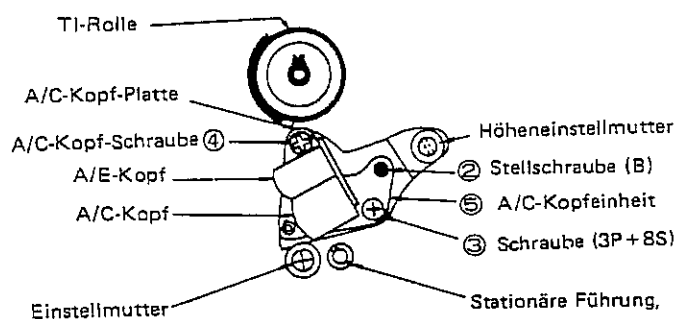

Abbildung 23.
1. Falls unnormales Verhalten beim Bandlaufbetrieb erkennbar ist, führt man die folgenden Einstellungen mit Bezug auf Abb. 23 und 25 durch.
4. Wenn eine Einstellung erforderlich ist, führt man diese mit Hilfe der Stellschrauben (B in Abb. 23) durch. Die Schrauben B leicht festziehen.
2. Den Neigungswinkel des Tonkopfs mit der Höheneinstellvorrichtung und der Einstellschraube B wie in Abb. 23 gezeigt einstellen.